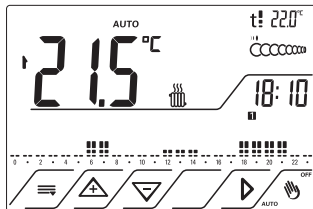

Fig.9
3.1 Dalla posizione di Stand- by, fig.2, premere il tasto  . Fig.9
4.2.1 Attivare il display premendo il tasto  . Fig.9